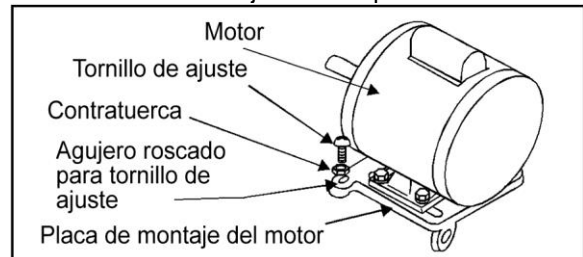

Figura 14: Tornillo de ajuste de la placa del motor
- Para cambiar la posición de la banda (y, por tanto, la velocidad de la hoja) afloje primero la contratuerca de ajuste de la placa del motor. Vea en la Figura 14 la posición del tornillo y la contratuerca de ajuste de la placa del motor.